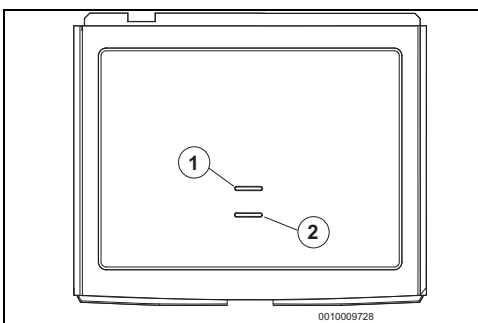

Fig. 16 Módulo emisor
- Mientras la unidad de mando establece la conexión, pulsar la tecla de conexión (→ fig. 16, pos. [2]) en el módulo emisor durante cinco a diez segundos para conectar el módulo emisor.
El LED (→fig. 16, pos. [1]) parpadea durante la conexión dos veces en cinco segundos.